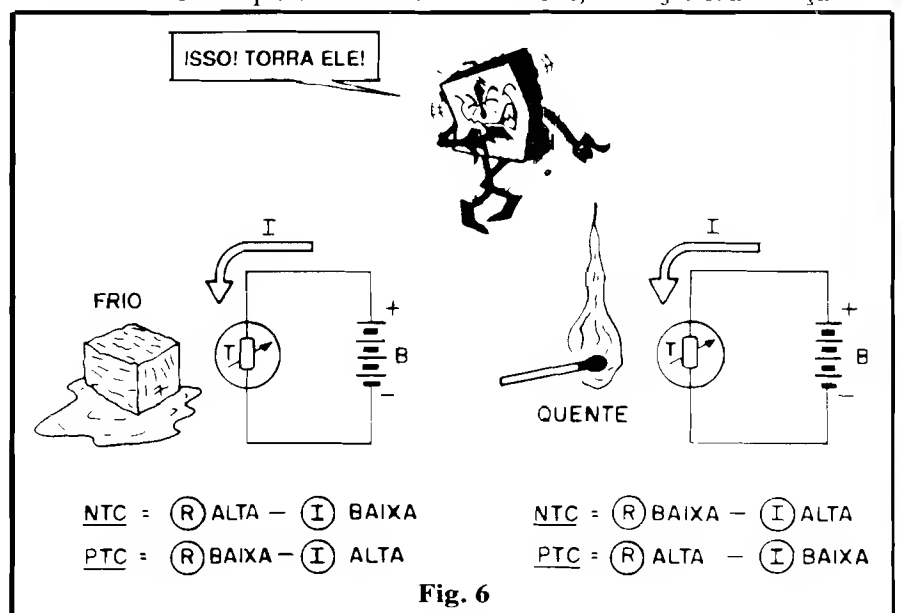

Fig. 6
- **FIG. 6** - Analisando o comportamento dos TERMISTORES, de forma "dinâmica" (feito fizemos com o LDR...), observem os dois exemplos "radicais" mostrados na figura. Um do tipo NTC, se colocado sob Temperatura **bem baixa**, mostrará valor ôhmico **elevado**: se submetido a **altas** temperaturas, mostrará uma Resistência **bem menor**. Com um do tipo PTC, as coisas ocorrem no sentido inverso, ou seja: sua Resistência mostra-se **baixa** sob **baixas** Temperaturas, e **alta** sob **altas** Temperaturas. Notem, ainda os efeitos que tais "posicionamentos" altos, ou baixos, em termos de valor ôhmico, determinam sobre as Correntes que atravessam os componentes, "empurradas" pela Tensão de uma fonte de energia qualquer (Pilhas, Bateria, etc.). Assim como ocorre com os LDRs, também os TERMISTORES **não são polarizados**, ou seja: sua "reação ôh-